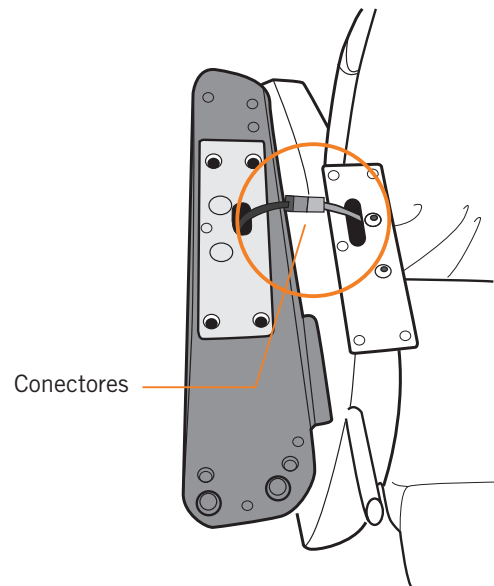

Fig.6
2. Coloque el conector del soporte del apoyabrazos en el conector del apoyabrazos (Fig.6).